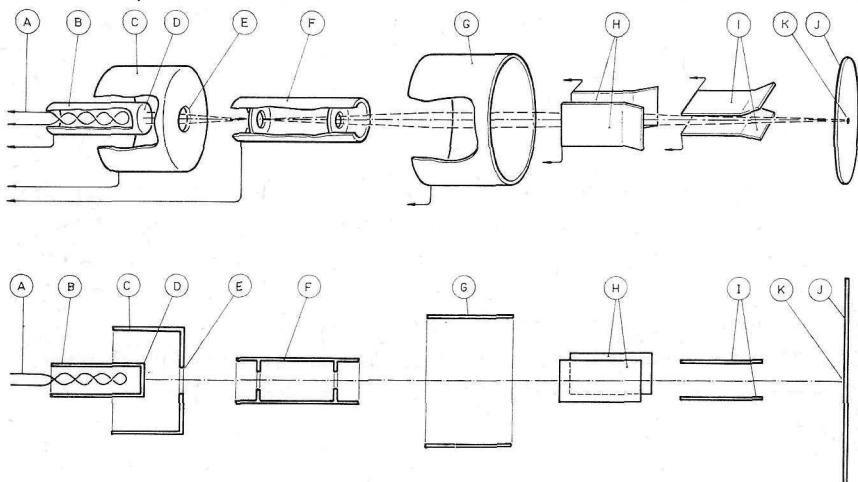

Fig. 45.01. Øverst: Perspektivskisse av elektrodesystemet i et katodestrålerør.
Hjertet i oscilloskopet er det såkalte katodestrålerøret (se fig. 45.01). På samme måte som i andre elektronrør, har vi i katodestrålerøret en glødetråd (A), som indirekte varmer opp en katode (B), slik at denne emitterer elektroner. Omkring katoden er det anbrakt en elektrode som minner om en skjermkappe (C), og i denne er det et lite hull (E), som slipper gjennom en liten bunt av de elektroner som kommer fra katoden. Denne elektroden, som ligger nærmest katoden, virker som et styregitter i et elektronrør. Den regulerer